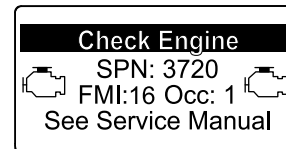

図 44
- エンジン警告 SPN 3720, FMI 16 図 44